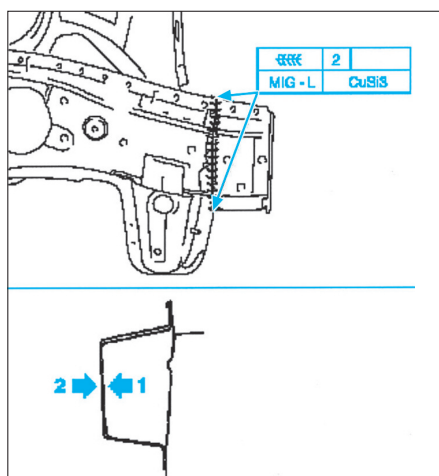
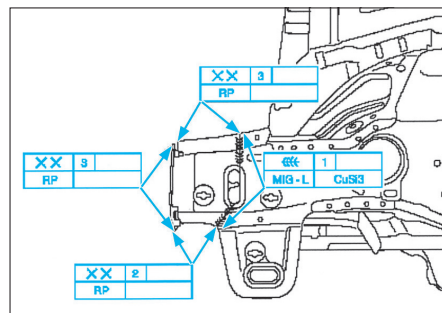

FIG. 8
FIG. 9
- Ajuster la pièce et effectuer un brasage rapide intérieur (1) et extérieur (2) (Fig.8) et (Fig.9).